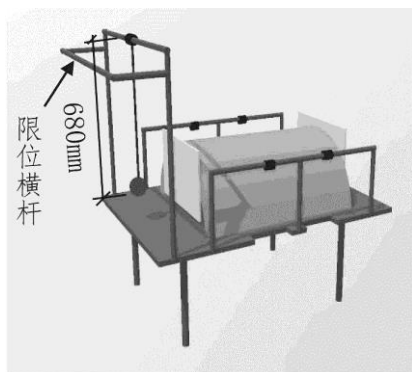
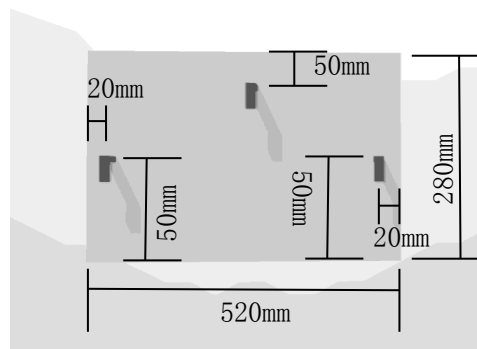

图 4 二级加载示意图
图 5 加载钢板示意图
2、二级加载：二级加载时，一级不卸载。在模型的 G1-G3 加载点和 G4-G6 加载点上同时悬挂尺寸为 520mm×280mm (长×高)，质量约为 5kg 的钢板。钢板上设置 3 个挂钩，L 形挂钩水平和竖向长度均为 20mm。二级加载支架的横梁上设置套环，套环与刚性直杆刚接，直杆的另一端焊接 2.1kg 的钢球，转动中心到钢球底部距离为 680mm。将刚性直杆拉至限位横杆，松手后使钢球撞击钢板，撞击完成后持续计时 10s，二级加载结束。二级加载和钢板示意图分别见图 4、图 5 所示。